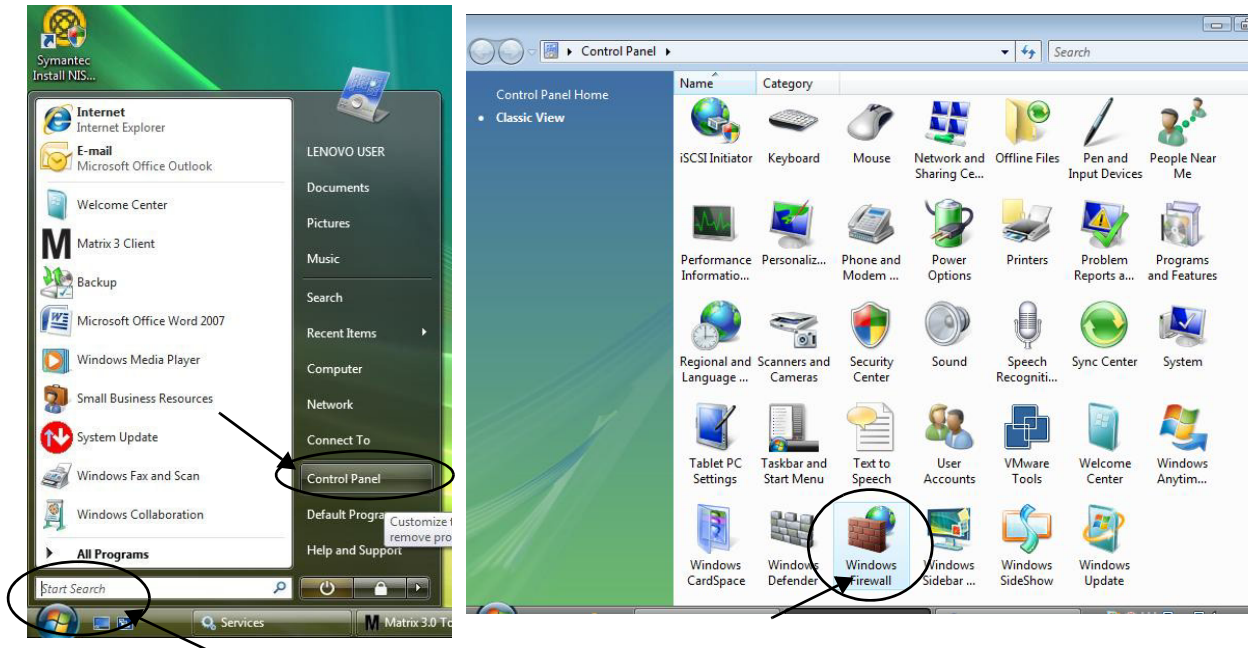

FIG. 26
1. Klik op Start/Configuratiescherm. Selecteer vervolgens Windows Firewall (FIG. 26).